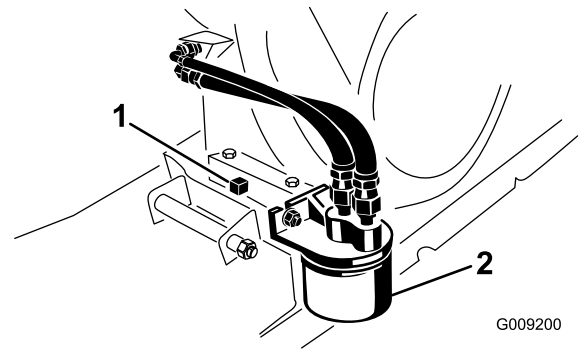

Figura 36
7. Coloque un recipiente debajo del tapón de vaciado (Figura 36).
8. Retire el tapón de vaciado y la junta (Figura 36).
2. Retire el filtro de aceite (Figura 36).
4. Enrosque el filtro nuevo sobre el adaptador del filtro hasta que la junta toque la placa de montaje y, a continuación, apriete el filtro $\frac{1}{2}$ – $\frac{3}{4}$ de vuelta más (Figura 36).